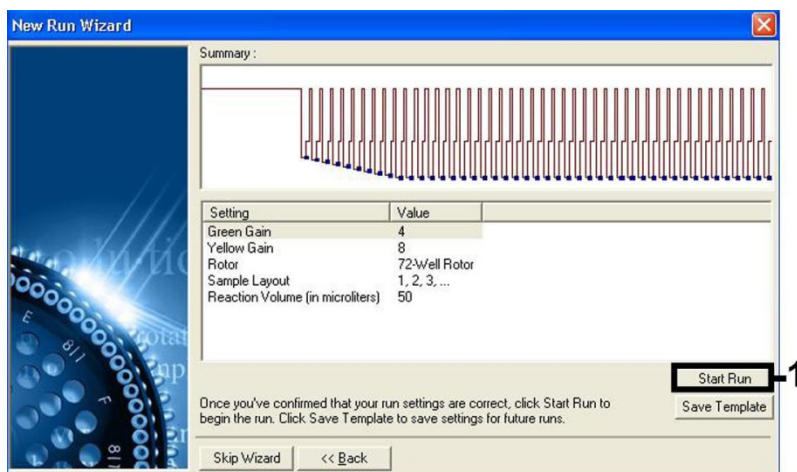

Figure 7. Démarrage de l'analyse.
La tranche de détection des canaux de fluorescence doit être déterminée selon les intensités de fluorescence des tubes de PCR. Cliquer sur « **Gain Optimisation** » (Optimisation du gain) dans la boîte de dialogue « **New Run Wizard** » (Assistant de réalisation d'un nouveau cycle) pour ouvrir la boîte de dialogue « **Auto-Gain Optimisation Setup** » (Configuration de l'optimisation du gain automatique) (voir l'étape 6 et la Figure 7 dans la fiche de protocole « *Settings to run artus QS-RGQ Kits* » (Configuration pour l'utilisation des kits *artus QS-RGQ*)).
8. Les valeurs de gain déterminées par le calibrage du canal (ou attribuées manuellement) sont automatiquement enregistrées et répertoriées dans la dernière fenêtre de menu de la procédure de programmation (Figure 7). Cliquer sur « **Start Run** » (Démarrer le cycle).